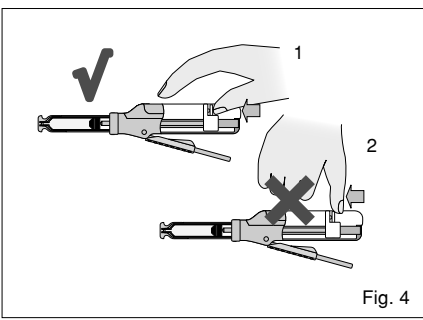

Fig. 4
- c. Une fois la cartouche en place, (ne pas enlever le capuchon de la cartouche), faites glisser le taquet vers l'avant jusqu'à ce qu'il s'arrête. (Fig. 4)
- Después de cargar el cartucho, deslice la palanca de liberación hacia delante hasta que se detenga. (Fig. 4)